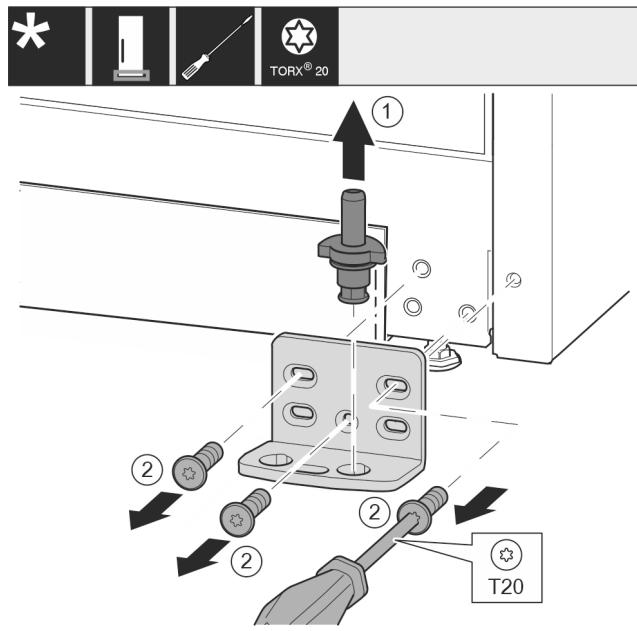

Fig. 15
- Извадете изцяло нагоре лагерния болт. Fig. 15 (1)
- Отвийте винтовете с отвертка T20 и свалете лагерната стойка. Fig. 15 (2)